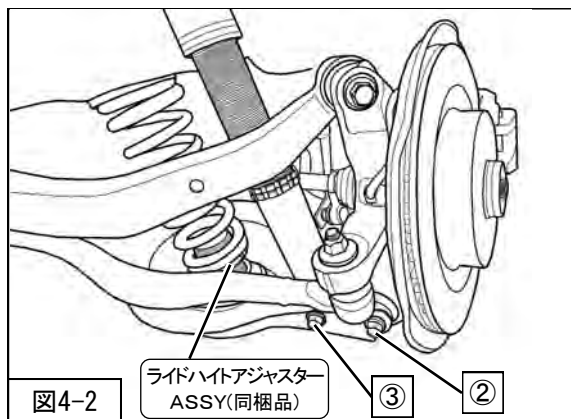
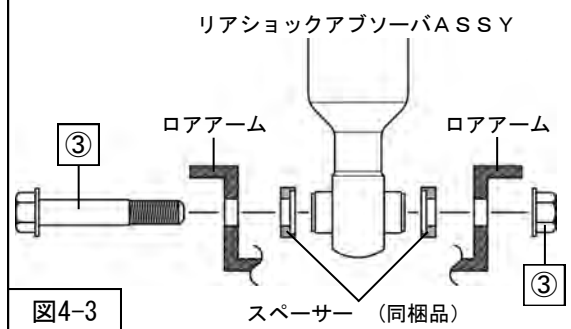

図4-2
図4-3
3. P 6「サスペンションASSY構成図」を参考に、コイルスプリングインシュレータUPR (純正部品) ライドハイトアジャスターASSY (同梱品) インシュレータ (同梱品) リアスプリング (同梱品) コイルスプリングインシュレータLWR (純正部品) を車両に取付けてください。(図4-2)
4. スペーサー (同梱品) をリアショックアブソーバ下側のブッシュ両端に取付け、リアショックアブソーバASSY (同梱品) ③リアショックアブソーバASSYロア取付ボルト・ナットを仮付けしてください。(図4-2・図4-3)
5. 木片およびジャッキ等を使用し、ロアアームを支持し、②ロアアーム取付ボルト・ナット (締付トルク: 85N・m) を取付けてください。(図4-2)
7. 仮締めしていた③リアショックアブソーバASSYロア取付ボルト・ナットを取付けてください。(図4-2) (締付トルク: 85N・m)